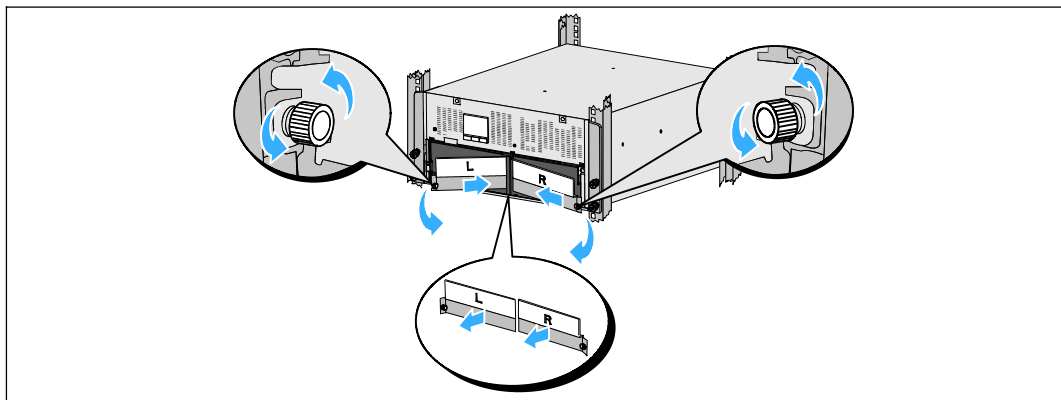

図 39. バッテリー保持ブラケットの取り外し方
**2** UPSから左右のバッテリー保持ブラケットを取り外します(図 39を参照):